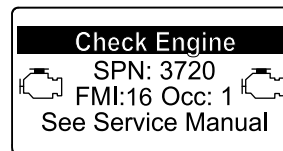

Рисунок 54
- Предупреждение о двигателе SPN 3720, FMI 16 (Рисунок 54)